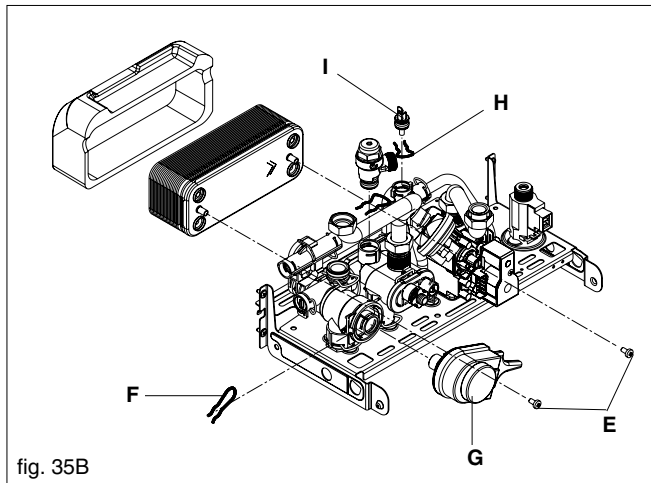

fig. 35B
6.20.3 VALVE ACTUATOR (Fig. 35B)
6.20.4 DHW THERMISTOR (Fig. 35B)